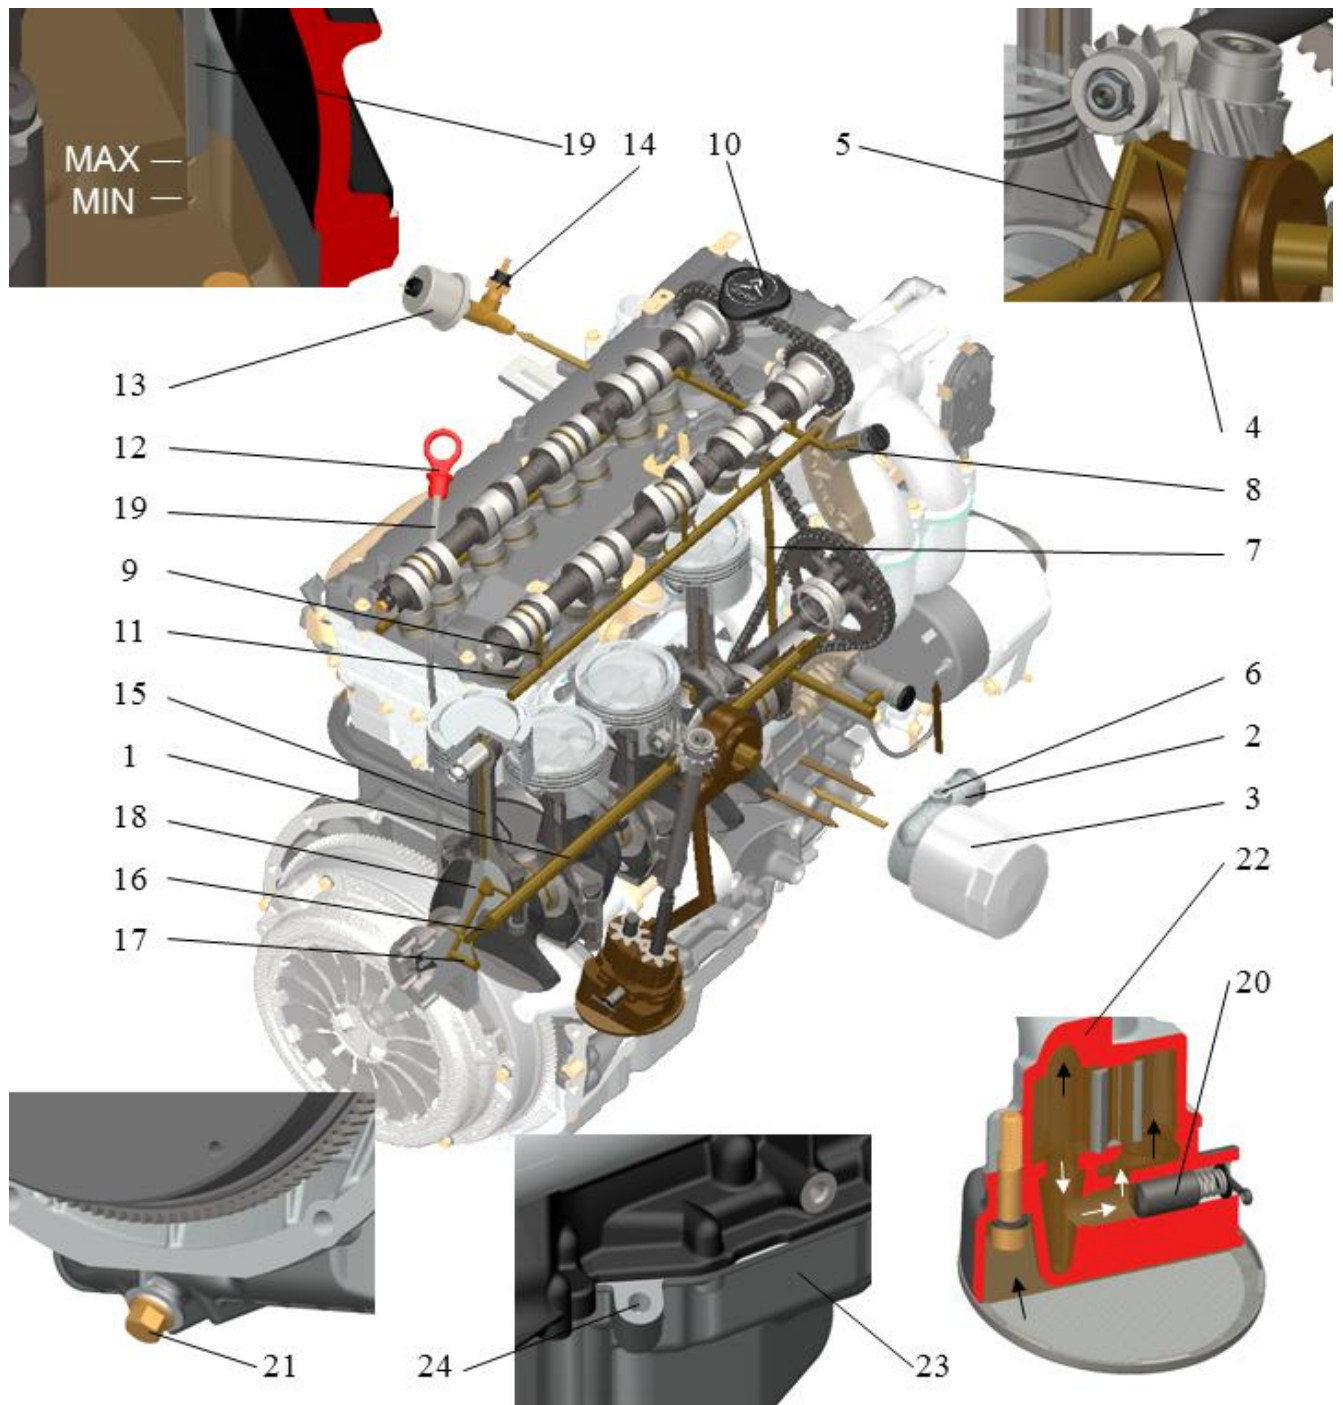

Рис.33. Схема системы смазки:
**Система смазки** (рис.33) – комбинированная, с подачей масла к трущимся поверхностям под давлением, разбрызгиванием и автоматическим регулированием температуры масла термодатчиком.
Из центральной масляной магистрали масло через канал 7 (рис.33) блока цилиндров поступает в головку цилиндров, где по каналам 9 подводится к опорам распределительных валов, по каналам 11 к гидротолкателям, и также к гидронатяжителю 8 верхней цепи привода распределительных валов.